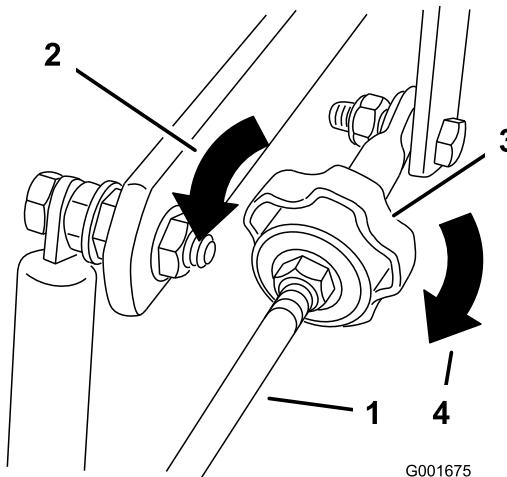

Figura 38
4. Para que la máquina vaya a la derecha, gire el pomo hacia el lado derecho de la máquina. Consulte Figura 38.
5. Para que la máquina vaya a la izquierda, gire el pomo hacia el lado izquierdo de la máquina. Consulte Figura 38.